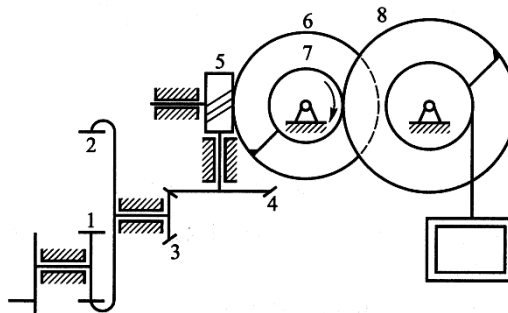

图 1
5. 下图 1 所示的手摇提升装置中，已知各轮齿数为： $z_1=20$ ， $z_2=50$ ， $z_3=15$ ， $z_4=30$ ， $z_6=40$ ， $z_7=18$ ， $z_8=51$ ，蜗杆 $z_5=1$ 且为右旋，求传动比 i_{18} 并指出提升重物时手柄的转向。